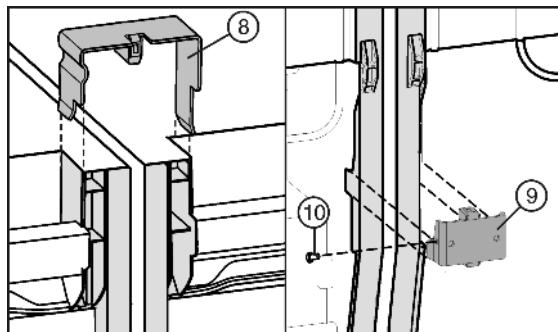

Fig. 7
► Вставьте соединительную скобу Fig. 7 (8) вверху в средние боковые стенки.
► Вставьте соединительный уголок Fig. 7 (9) снизу в соответствующий вырез.
- Если соединительный уголок сидит свободно, установите винт Fig. 7 (10).